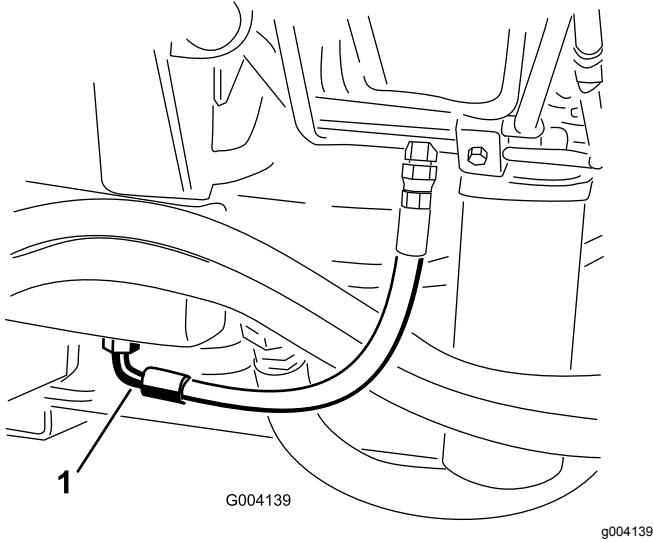

Bild 76
2. Stellen Sie eine große Auffangwanne unter das Anschlussstück, das unten am Hydraulikölbehälter befestigt ist (**Bild 76**).